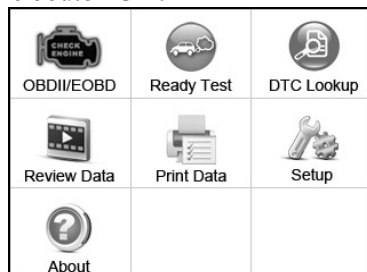

Figure 3.1
- 1) A partir de l'écran principal (Figure 3.1), utilisez la touche de navigation **HAUT/BAS** et le bouton de navigation **GAUCHE/DROIT** pour sélectionner **Consultation DTC** et appuyez sur le bouton **OK**.